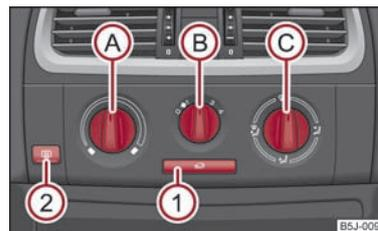

Abb. 74 Heizung: Bedienelemente
Die Luftzufuhr für die einzelnen Düsen stellen Sie mit dem Luftverteilungsregler ein ⇒ Abb. 74. Die Luftaustrittsdüsen 3 und 4 können einzeln geschlossen und geöffnet werden.
- Drehen Sie den Drehregler ⇒ Abb. 74 nach rechts, um die Temperatur zu erhöhen.
- Bedienelemente **A**, **B**, **C** und die Taste **1** ⇒ Abb. 74.
- Drücken Sie die Taste **1** ⇒ Abb. 74, in der Taste leuchtet die Kontrollleuchte auf.
Wenn der Luftverteilungsregler **C** in der Position **1** ⇒ Abb. 74 steht, wird der Umluftbetrieb automatisch ausgeschaltet. Durch wiederholtes Drücken der Taste **1** können Sie auch in dieser Stellung den Umluftbetrieb wieder einschalten.